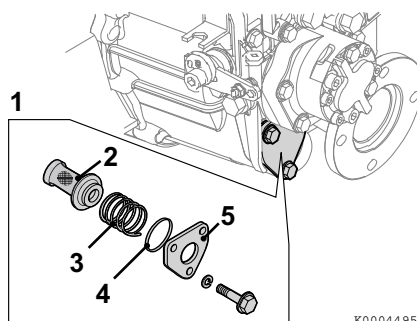

Figura 3
- (a) Retire la tapa lateral (**Figura 3, (5)**) y después el filtro (**Figura 3, (2)**).
- (c) Mantenga el filtro en su sitio con el muelle helicoidal (**Figura 3, (3)**) e insértelo en la caja. Coloque una junta tórica nueva (**Figura 3, (4)**) en la tapa lateral.